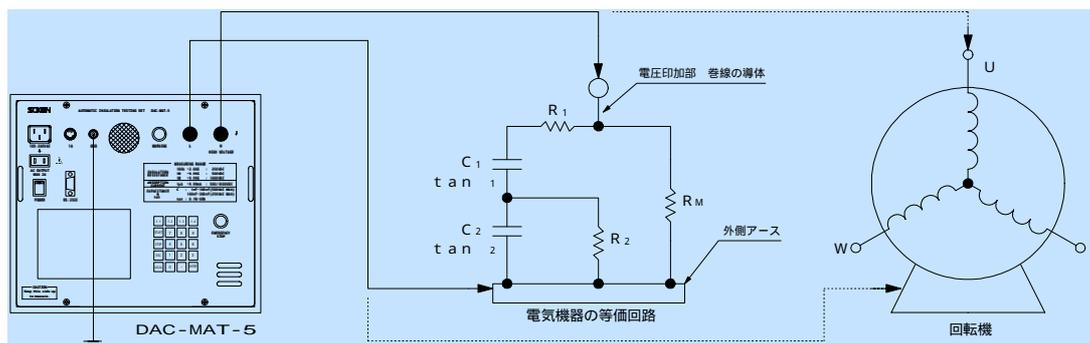

図 1
電極に挟まれた絶縁物に交流電圧を印加すると、絶縁物が無損失であれば流れる電流は印加電圧 (V) に対して90度位相が進みます。しかし絶縁物には漏れ電流による損失 (WI)、誘電分極による損失 (Wp)、部分放電による損失 (Wi) があるため、実際に絶縁物に流れる電流 (Ix) は90度よりも δ だけ遅れます。 δ は損失に比例しこの遅れ角 δ を誘電損失角といいます。Fig.1 は絶縁物に印加した電圧と電流のベクトル図で絶縁物に流れる電流 (Ix) は、充電電流 (I_0) と損失電流 (I_R) に分離できます。この充電電流と損失電流の比 (I_R/I_0) は $\tan \delta$ で誘電正接と言います。 $\tan \delta$ の値は絶縁物の形状や寸法に無関係な絶縁物固有の数値で、絶縁物の性状を表すのに用いられます。電流 (Ix) と (I_R) の比 (I_R/I_x) は $\cos \theta$ で誘電率と呼ばれ、この値も絶縁物の評価に用いられる場合があります。
一般に回転機やトランスなどの絶縁破壊の原因は巻線のエナメルやそれを保護する絶縁材料の劣化であるといわれています。したがって、この様な場合の等価回路は静電容量を含むものとなり図1のようになります。C、 $\tan \delta$ は課電部とアース間を測定することとなり、図1では回転機の例を示しています。